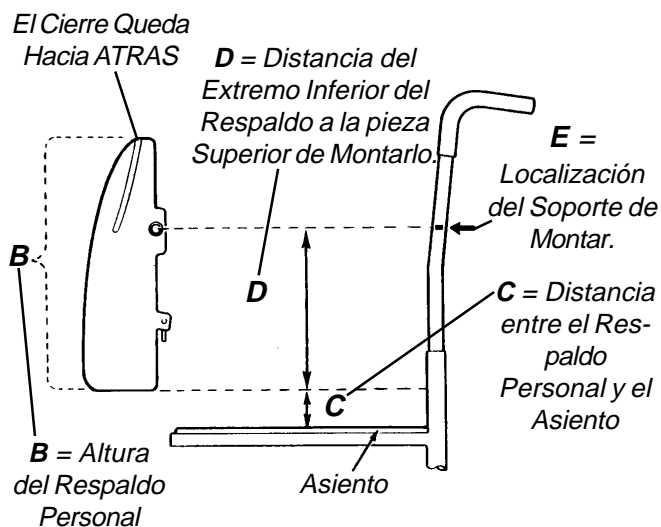

FIGURA 1 - DETERMINANDO LA POSICION PARA LA INSTALACION DEL RESPALDO PERSONAL
**DETERMINANDO LA POSICION PARA LA INSTALACION DEL RESPALDO PERSONAL (FIGURA 1)**
3. **Para obtener la altura requerida del respaldo, después de un avalúo físico por un terapeuta (A), use la siguiente fórmula (FIGURA 1):**